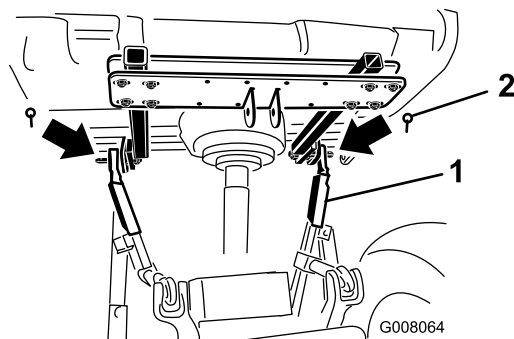

Figure 7
5. Insérez les bras de liaisons inférieurs droit et gauche sur les axes d'articulation et fixez le tout avec les goupilles à anneaux (Figure 7).